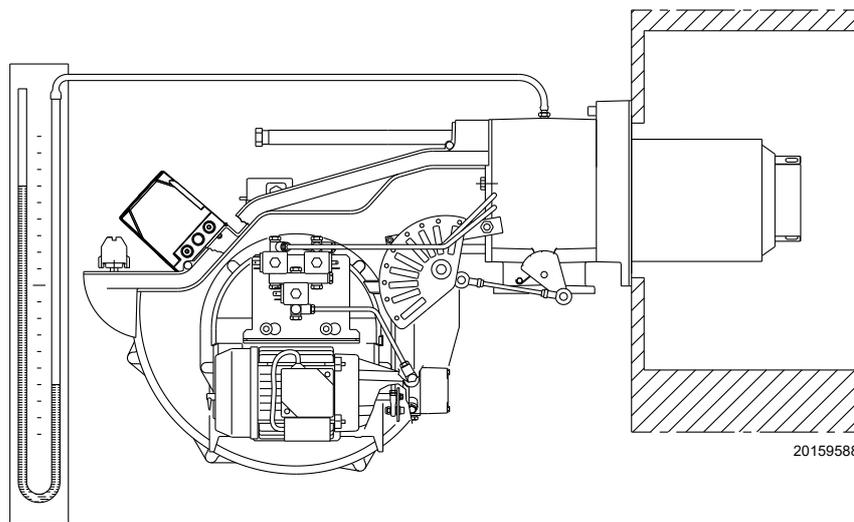

Fig. 37
- Montar un manómetro en U o un manómetro de tipo diferencial (Fig. 37), con toma (+) en la presión del gas del manguito y (-) en la cámara de combustión.
La llegada de gas al manguito puede observarse en el manómetro en U (Fig. 37).
Orientativamente, puede obtenerse consultando la Tab. L en pág. 28, basta con leer la presión del gas en el manómetro en "U", ver Fig. 37 en pág. 33, y seguir las indicaciones.